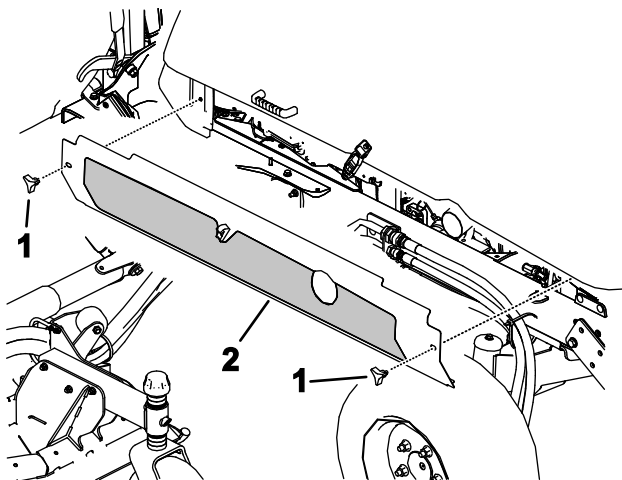

図 111
4. ノブをゆるめて両側のシュラウドを外す 図 111。
5. サイドシュラウドを取り付ける図 111。